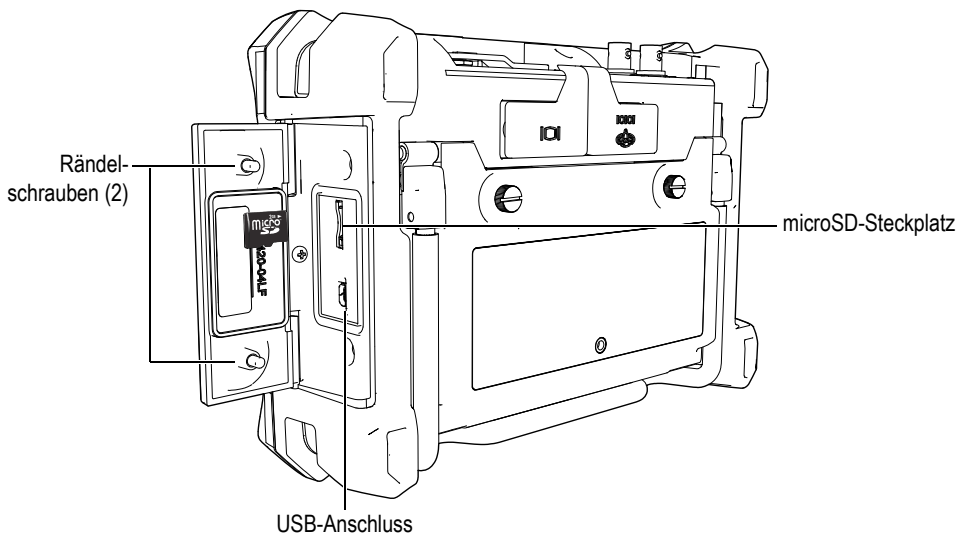

Abbildung 1-12 Seitenklappe
2. Die beiden Rändelschrauben der Seitenklappe lösen, dann die Seitenklappe des EPOCH 600 öffnen (siehe Abbildung 1-12 auf Seite 34).
4. Die Karte vorsichtig in den Steckplatz einschieben und einklicken lassen (siehe Abbildung 1-12 auf Seite 34).